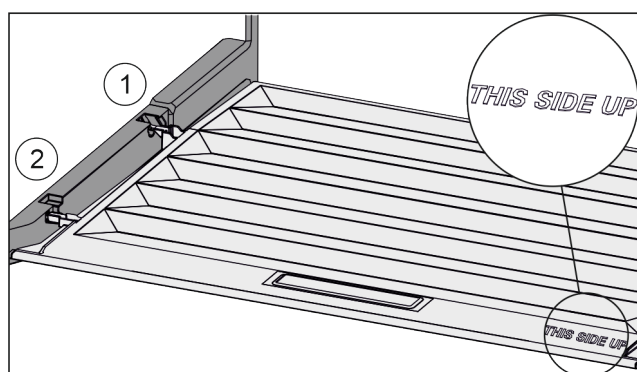

Fig. 28
- ▶ Dekselranden via de opening van de achterste houder Fig. 28 (1) aanbrengen en van voren in de houder Fig. 28 (2) klikken.